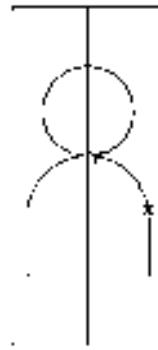

图 10-130 创建截面
8) 单击“绘图”工具栏中的“面域”按钮, 将绘制好的图形创建成面域。结果如图10-130所示。